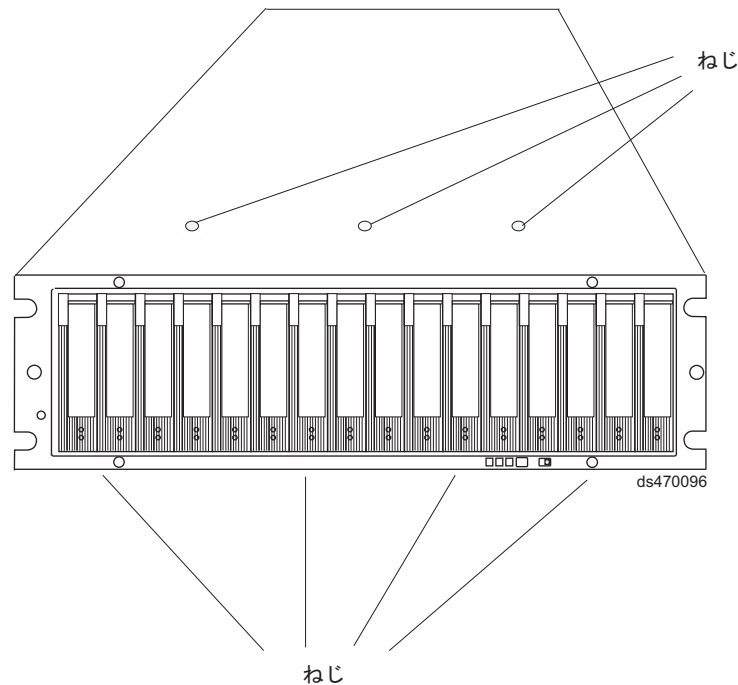

図 40. シャーシの上部および下部をフレームに対して保持するねじ
13. ラックの前面からシャーシを引き出して、ラックから取り外します。水平面に置きます。 107 ページの図 40 に示すように、シャーシの上部に 3 つ、シャーシの下部に 4 つ並んでいるプラスねじを見つけます。 #1 プラスねじ回しを使用して、この 7 つのプラスねじを外します。ねじを保管します。
18. 図 40 に示すように、前面ケージ・フレームを EXP395 シャーシに対して保持する 7 つのプラスねじ (ステップ 13 (106 ページ) で取り外したものの、上部 3 つ、下部 4 つ) を取り付けます。